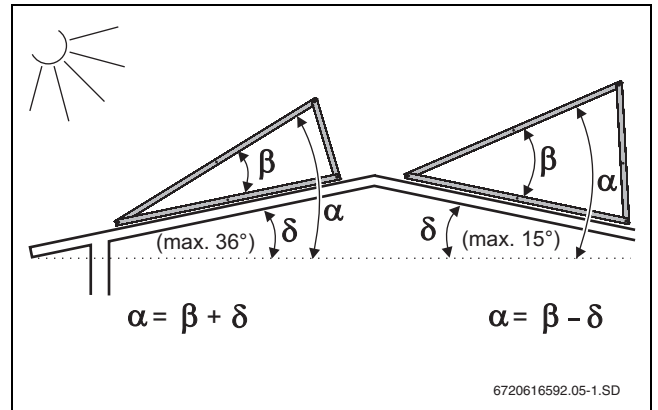

Fig. 8 Hældningsvinkel ved skrå tage
- ▶ Montér kun monteringssættet på tage med en hældning på 0 - 36 ° (eller 0 - 15 °, fig. 8).